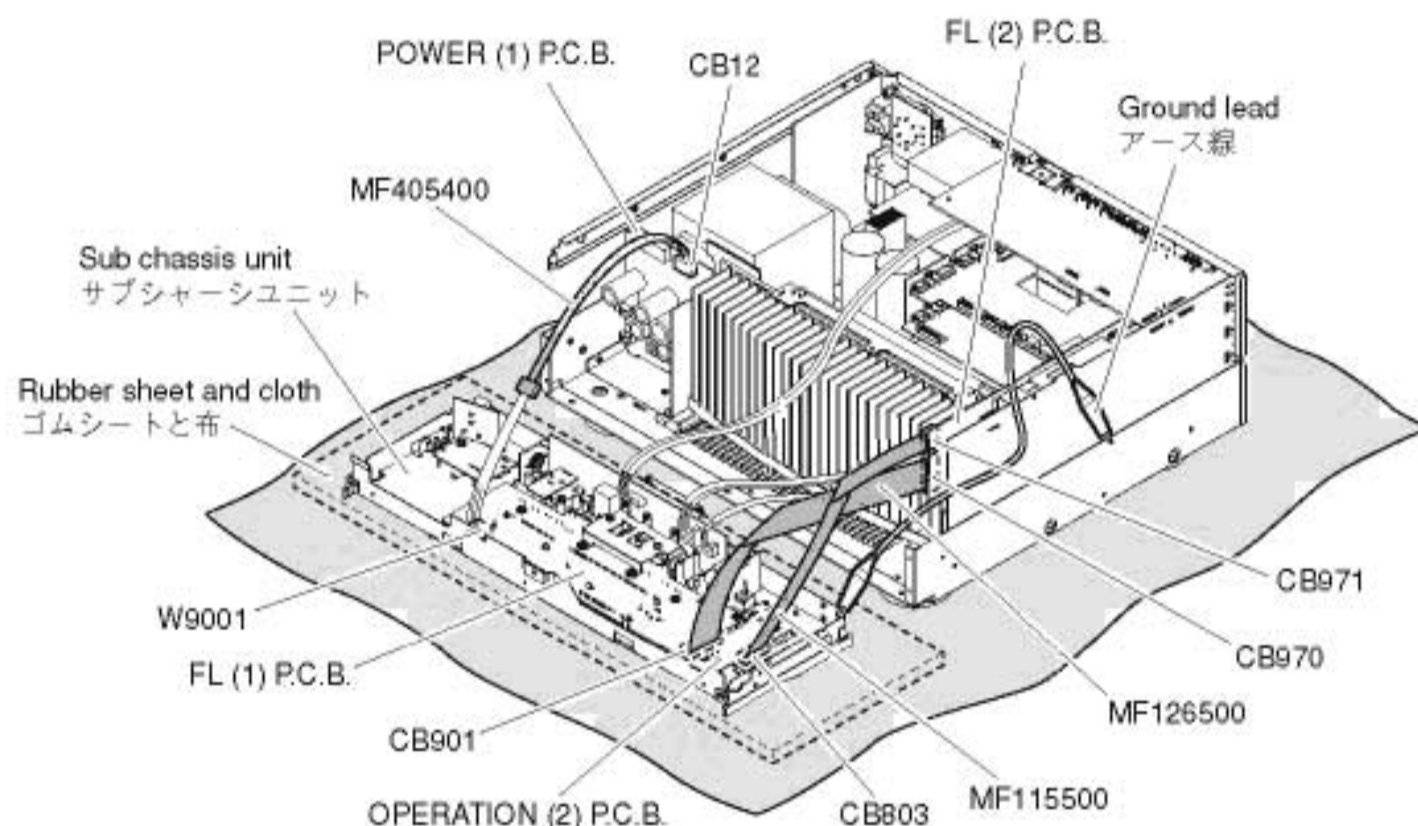

Fig. 4
- Place the sub chassis unit on top of the rubber sheet and cloth. (Fig. 4)
- In main unit, the ground of sub chassis unit is connected to the main unit. When this sub chassis unit are removed from main unit, connect the ground to the main unit, using a ground lead or such. (Fig. 4)
- サブシャーシユニットをゴムシートと布の上に置いてチェックします。(Fig. 4)
- 本機ではサブシャーシユニットのアースが本機に接続されています。サブシャーシユニットを本機より取り外した場合は、リード線等でアースを本機に接続してください。(Fig. 4)